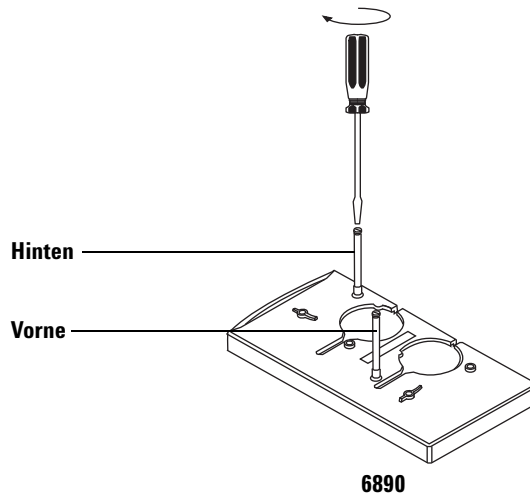

Abb. 16 Befestigen der Halterungsstange(n) (GCs der Serie 6890)
- **GCs der Serie 6890.** Nehmen Sie je nach Bedarf die Installation an der vorderen oder hinteren Position der Einlassabdeckung vor. Die Stange muss vollständig nach unten gedreht sein (Abbildung 16).